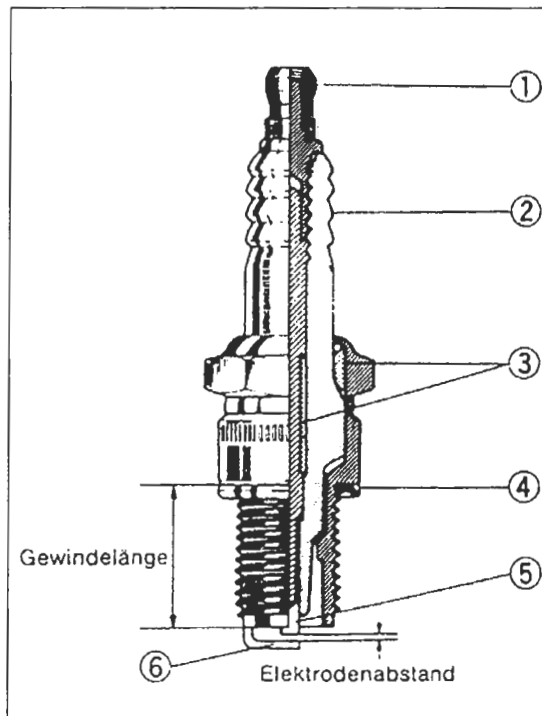

Bild 18
- Elektrodenabstand mit Fühlerlehre messen, Sollwert: 0,6 – 0,7 mm (Bild 18).